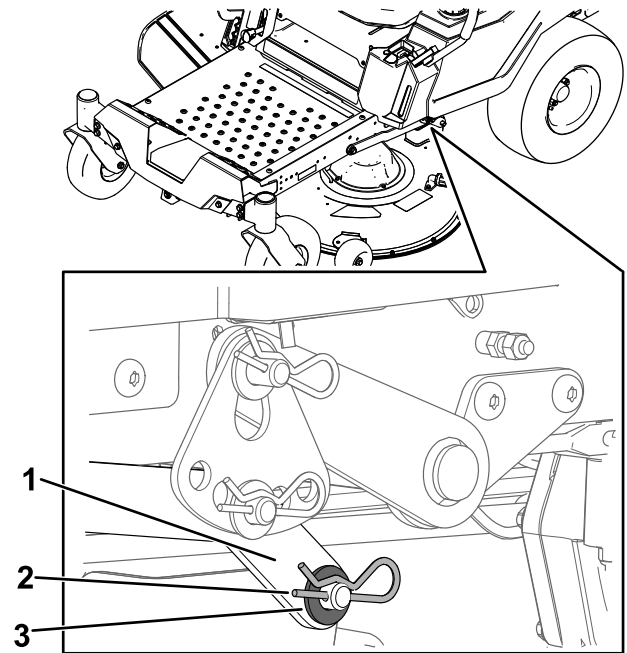

Figura 65
- En un lado de la máquina, retire la arandela y la chaveta del pasador de la carcasa (Figura 65).
- Retire el brazo de elevación del pasador de la carcasa (Figura 65).
5. En un lado de la máquina, levante la parte trasera de la carcasa de corte e instale el brazo de elevación en el pasador de la carcasa (Figura 65).
6. Instale el brazo de elevación usando la arandela y la chaveta (Figura 65).